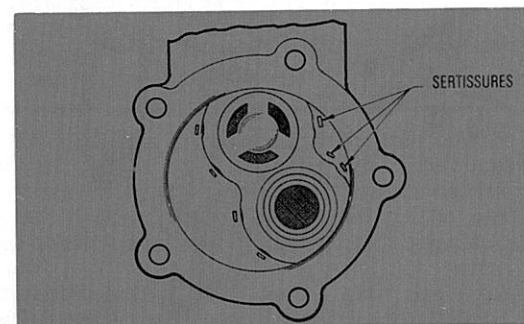

Fig. M5.
— Pour retirer les clapets (20) sur les pompes des moteurs 3 cylindres, supprimer les sertissages au grattoir et sortir le clapet (Fig. M5).